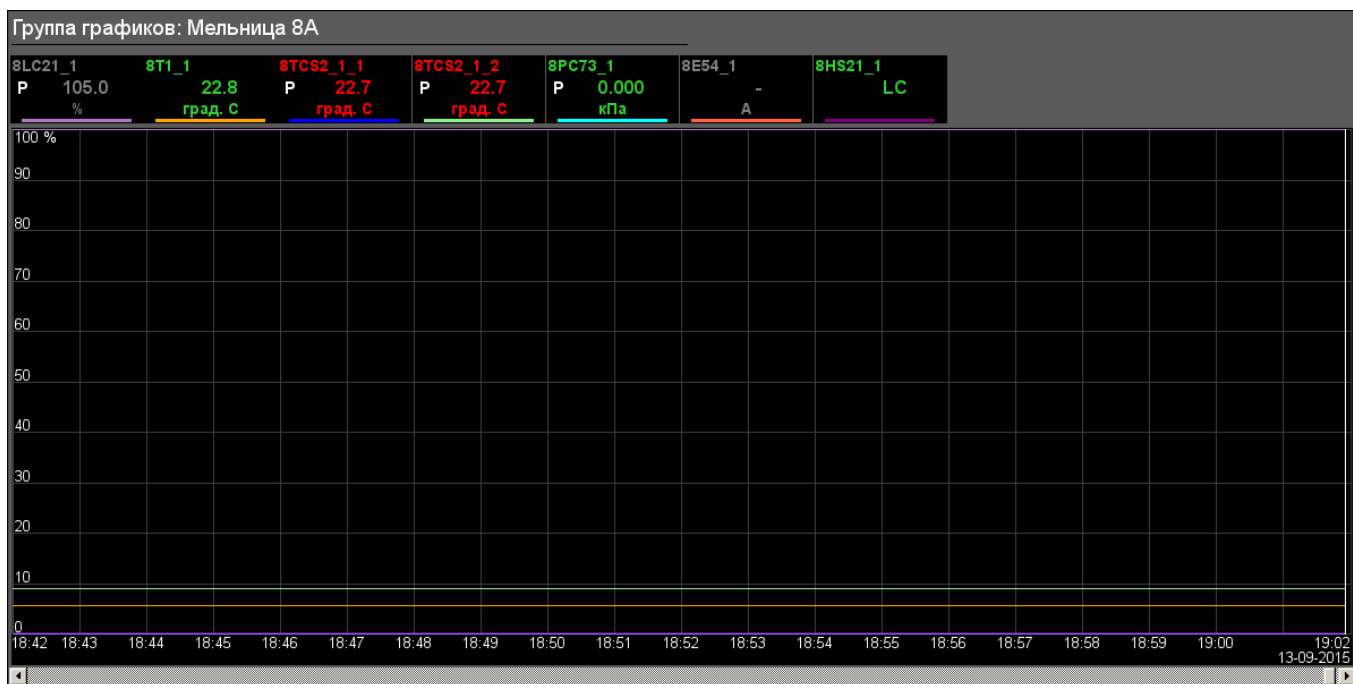
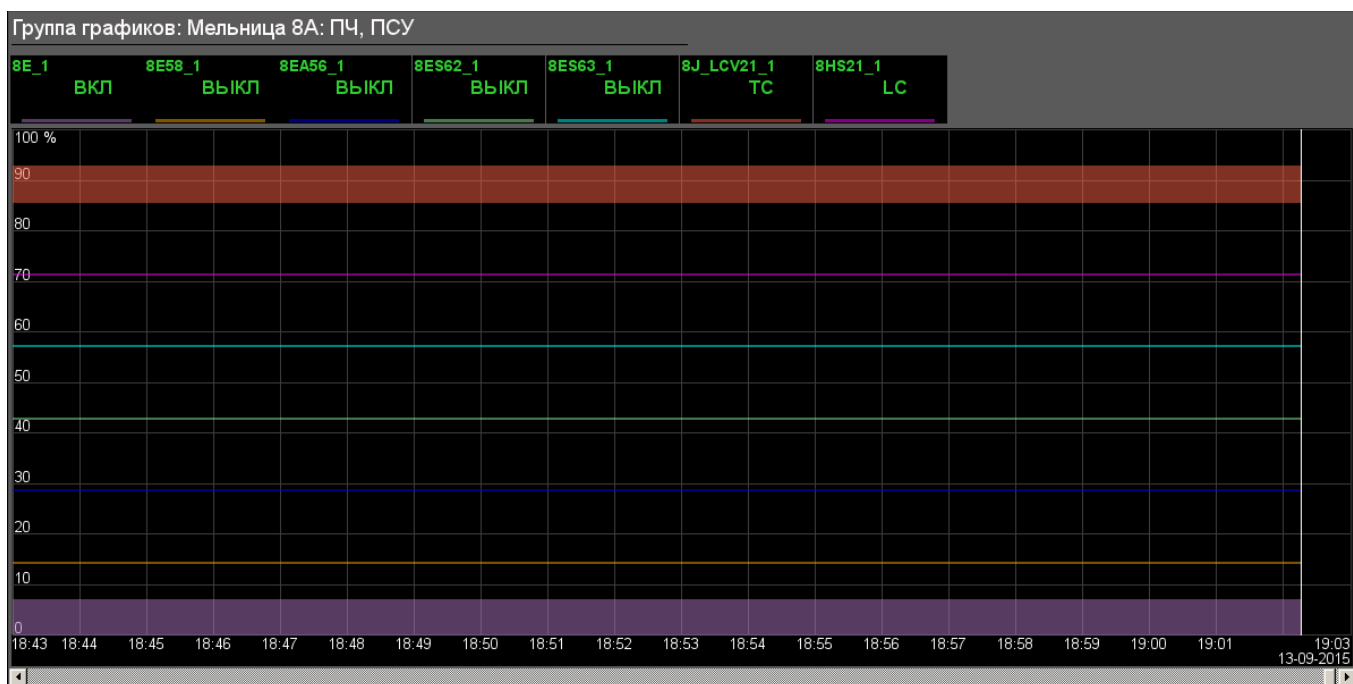
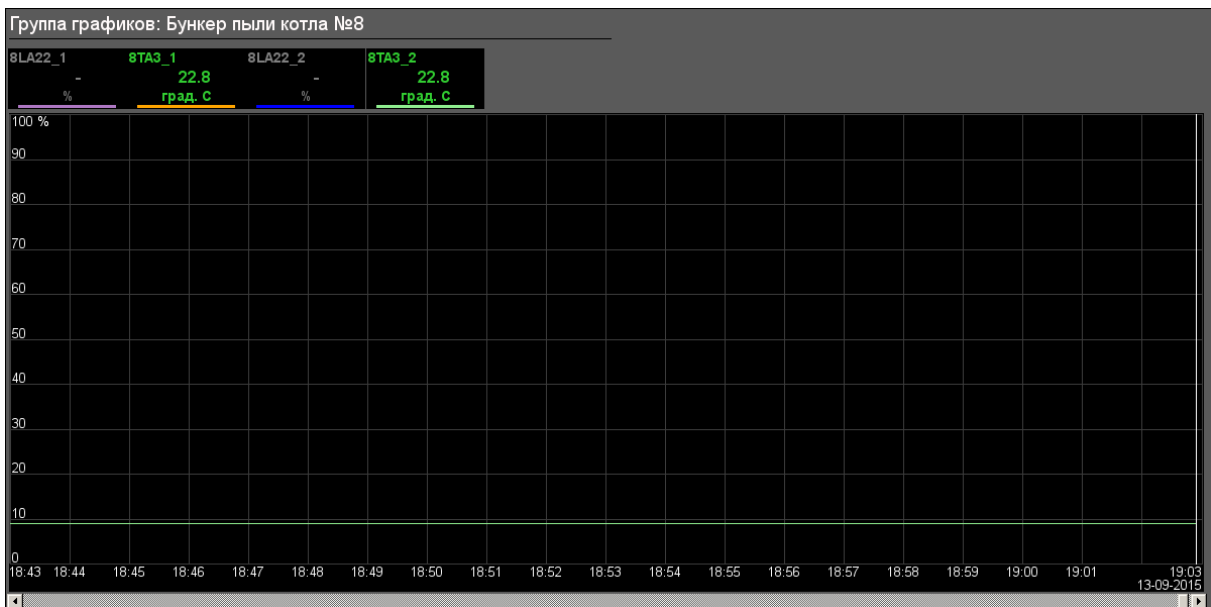

Рис. 13: Фрагмент видеокadra группы графиков «Мельница 8А»
Рис. 14: Фрагмент видеокadra группы графиков «Мельница 8А: ПЧ, ПСУ»
Рис. 15: Фрагмент видеокadra группы графиков «Бункер пыли котла №8»
Видеокадр группы графиков (рис.13) состоит из частей:
- **ШБМ 8А:** «Мельница 8А» (рис.13), «Мельница 8А: ПЧ, ПСУ» (рис.14), «Бункер пыли котла №8» (рис.15)